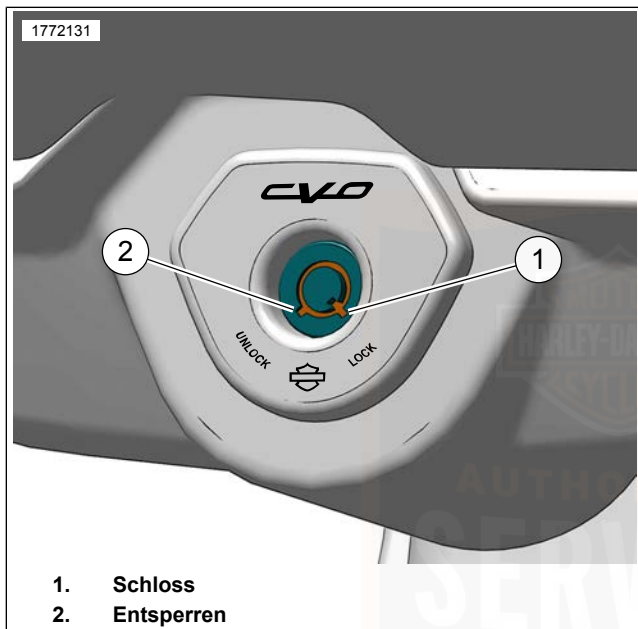

Abbildung 25. Gabelschloss
Siehe Abbildung 25. Das Gabelschloss befindet sich auf der Instrumententafel. Wenn das Gabelschloss sofort nach dem Parken des Motorrads gesperrt wird, erschwert dies die unbefugte Benutzung oder einen Diebstahl. Das Gabelschloss kann mit dem Zündschlüssel ver- und entriegelt werden.
2. Siehe Abbildung 25. Den Schlüssel einstecken und eine Viertelumdrehung gegen den Uhrzeigersinn drehen, um den Knopf zu sperren. Den Schlüssel abziehen.
1. Siehe Abbildung 25. Den Schlüssel einstecken und eine Viertelumdrehung im Uhrzeigersinn drehen, um den Knopf zu entsperren. Den Schlüssel abziehen.